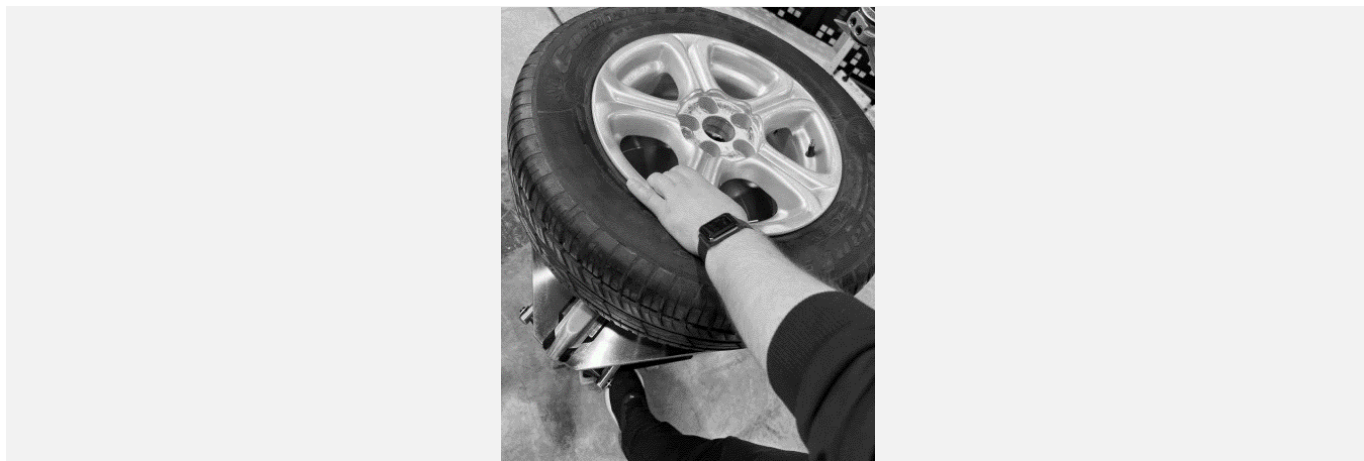

Рисунок 30
- Свести зажимные кулачки к центру поворотного стола, нажав педаль управления зажимными кулачками (см. Рисунок 30). Положить колесо на поворотный стол таким образом, чтобы все зажимные кулачки оказались внутри диска.